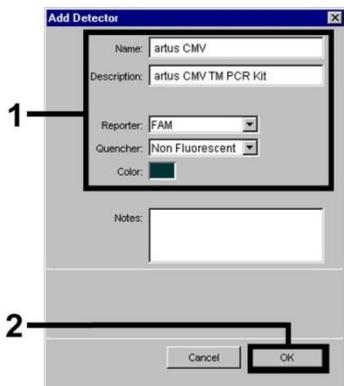
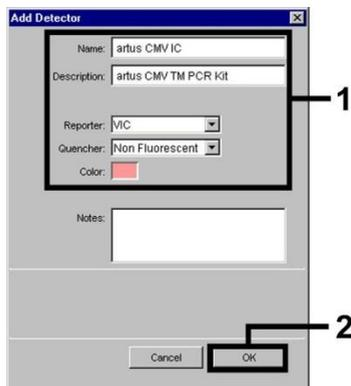
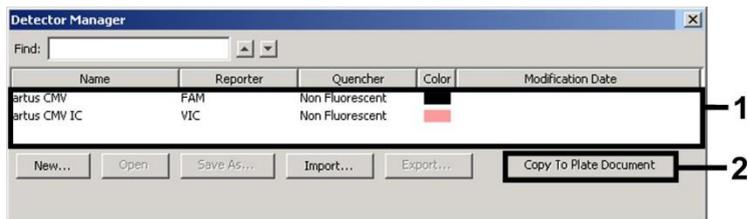

Fig. 17: Creazione del rilevatore specifico per CMV (Detector Manager) (Gestione rilevatori).
Fig. 18: Creazione del rilevatore specifico per IC (Detector Manager) (Gestione rilevatori).
Fig. 19: Selezione dei rilevatori (Detector Manager) (Gestione rilevatori).
Per la rilevazione del DNA di CMV definire la combinazione di coloranti reporter/quencher FAM/Non Fluorescent (FAM/Non fluorescente) nella nuova finestra. Per la rilevazione del *Controllo interno* selezionare invece la combinazione VIC/Non Fluorescent (VIC/Non fluorescente) (come illustrato in Fig. 17 e Fig. 18). Con la conferma dei dati inseriti (OK) si torna al *Detector Manager* (Gestione rilevatori). Evidenziare i rilevatori appena creati e trasferire ogni selezione facendo clic sull'opzione *Copy to Plate Document* (Copia nel documento piastra) nel livello *Setup* (Configurazione) (vedi Fig. 19). Chiudere la finestra (*Done*) (Fatto).